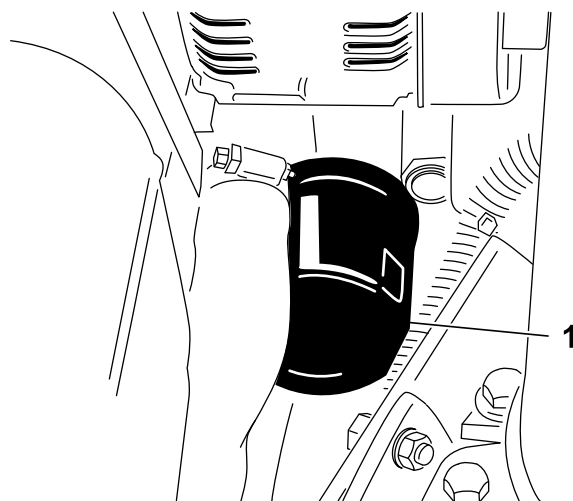

図 48
2. オイルフィルタ 図 48 を外す。新しいフィルタのシールに薄くエンジンオイルを塗って取り付け ける。**締めすぎないように注意すること。**